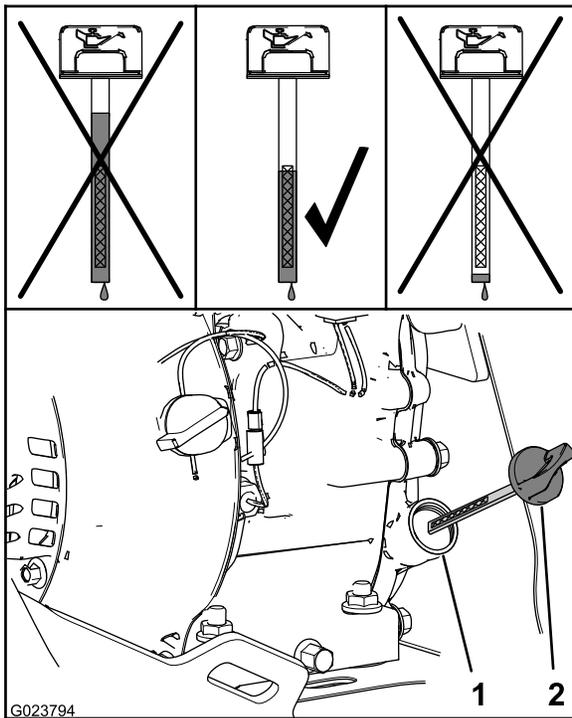

Figure 25
2. Sortez de nouveau la jauge et vérifiez le niveau d'huile (Figure 25).
Remarque: Le niveau d'huile doit atteindre le haut du repère sur la jauge (Figure 25).
- A. Versez de l'huile spécifiée dans le goulot de remplissage (Figure 25).